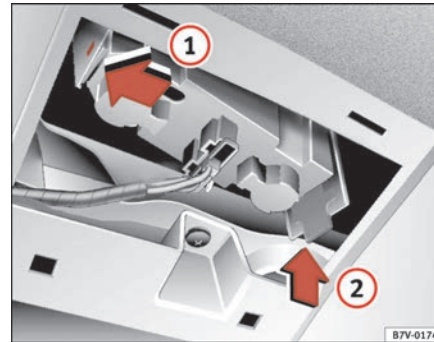

Abb. 167 Leuchten an der Heckklappe
- Lampenfassung in die entsprechende Bohrung ① über die vordere Rastnase führen und von hinten ② nach oben drücken, bis die Rastnase einrastet ⇒ Seite 256, Abb. 167.